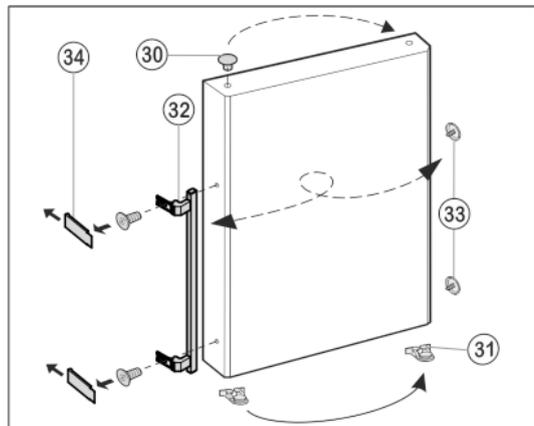

Fig. 11
- ▶ Витягніть пробки *Fig. 11 (30)* із втулок на дверцятах і переставте їх.
- ▶ Зніміть ручку дверцят *Fig. 11 (32)*, пробки *Fig. 11 (33)* та пластини\* *Fig. 11 (34)* і переставте на протилежний бік.